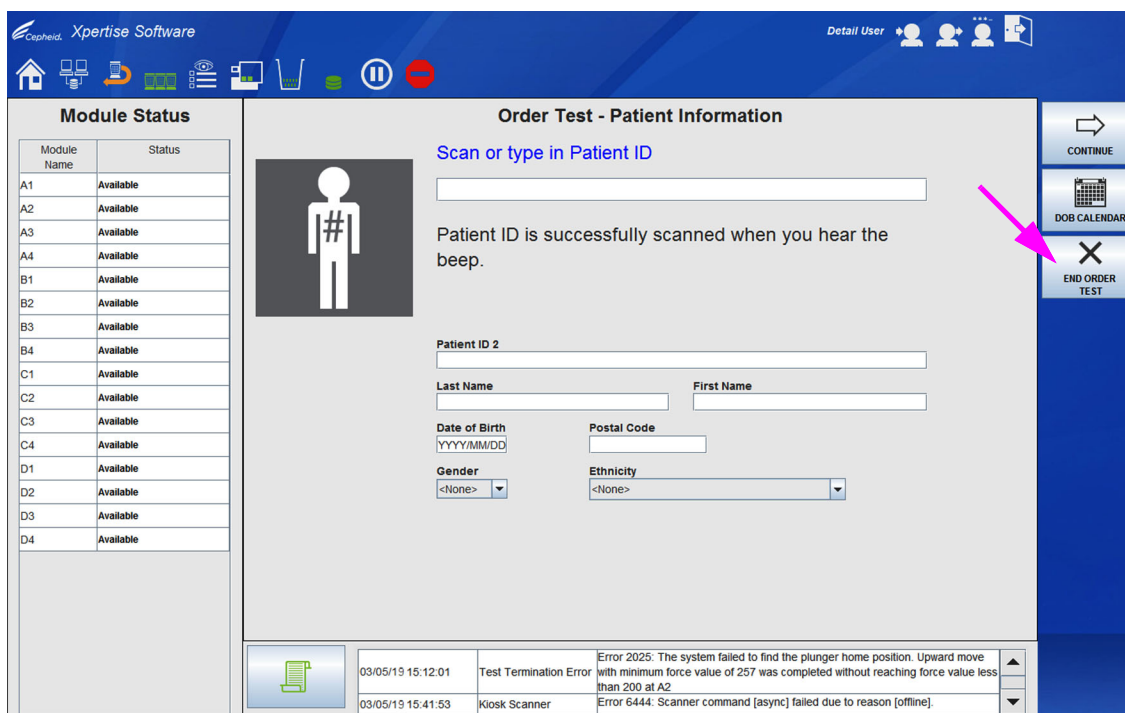

图 5-60. 指令测试 - 患者 ID (Order Test - Patient ID) 工作区
- 如果没有其他测试需要指令, 选择**结束指令测试 (END ORDER TEST)** 按钮 (请参见图 5-60)。如果没有在指令测试 - 患者 ID (Order Test - Patient ID) 工作区的任何字段中输入任何信息, 指令测试 (Order Test) 菜单将关闭。
- 选择**否 (NO)** 留在指令测试 (Order Test) 菜单中, 并输入其他测试。